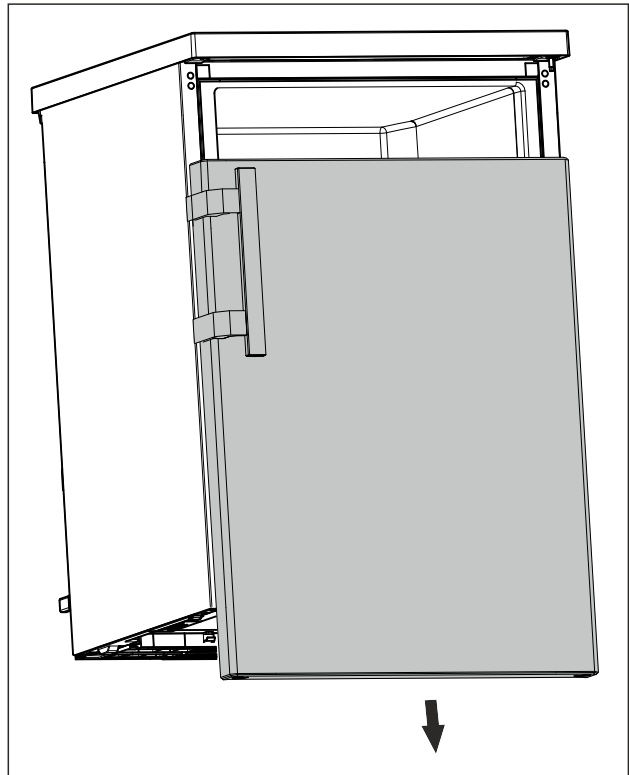

Fig. 17
- Võtke uks allapoole maha. (vt. Fig. 17)